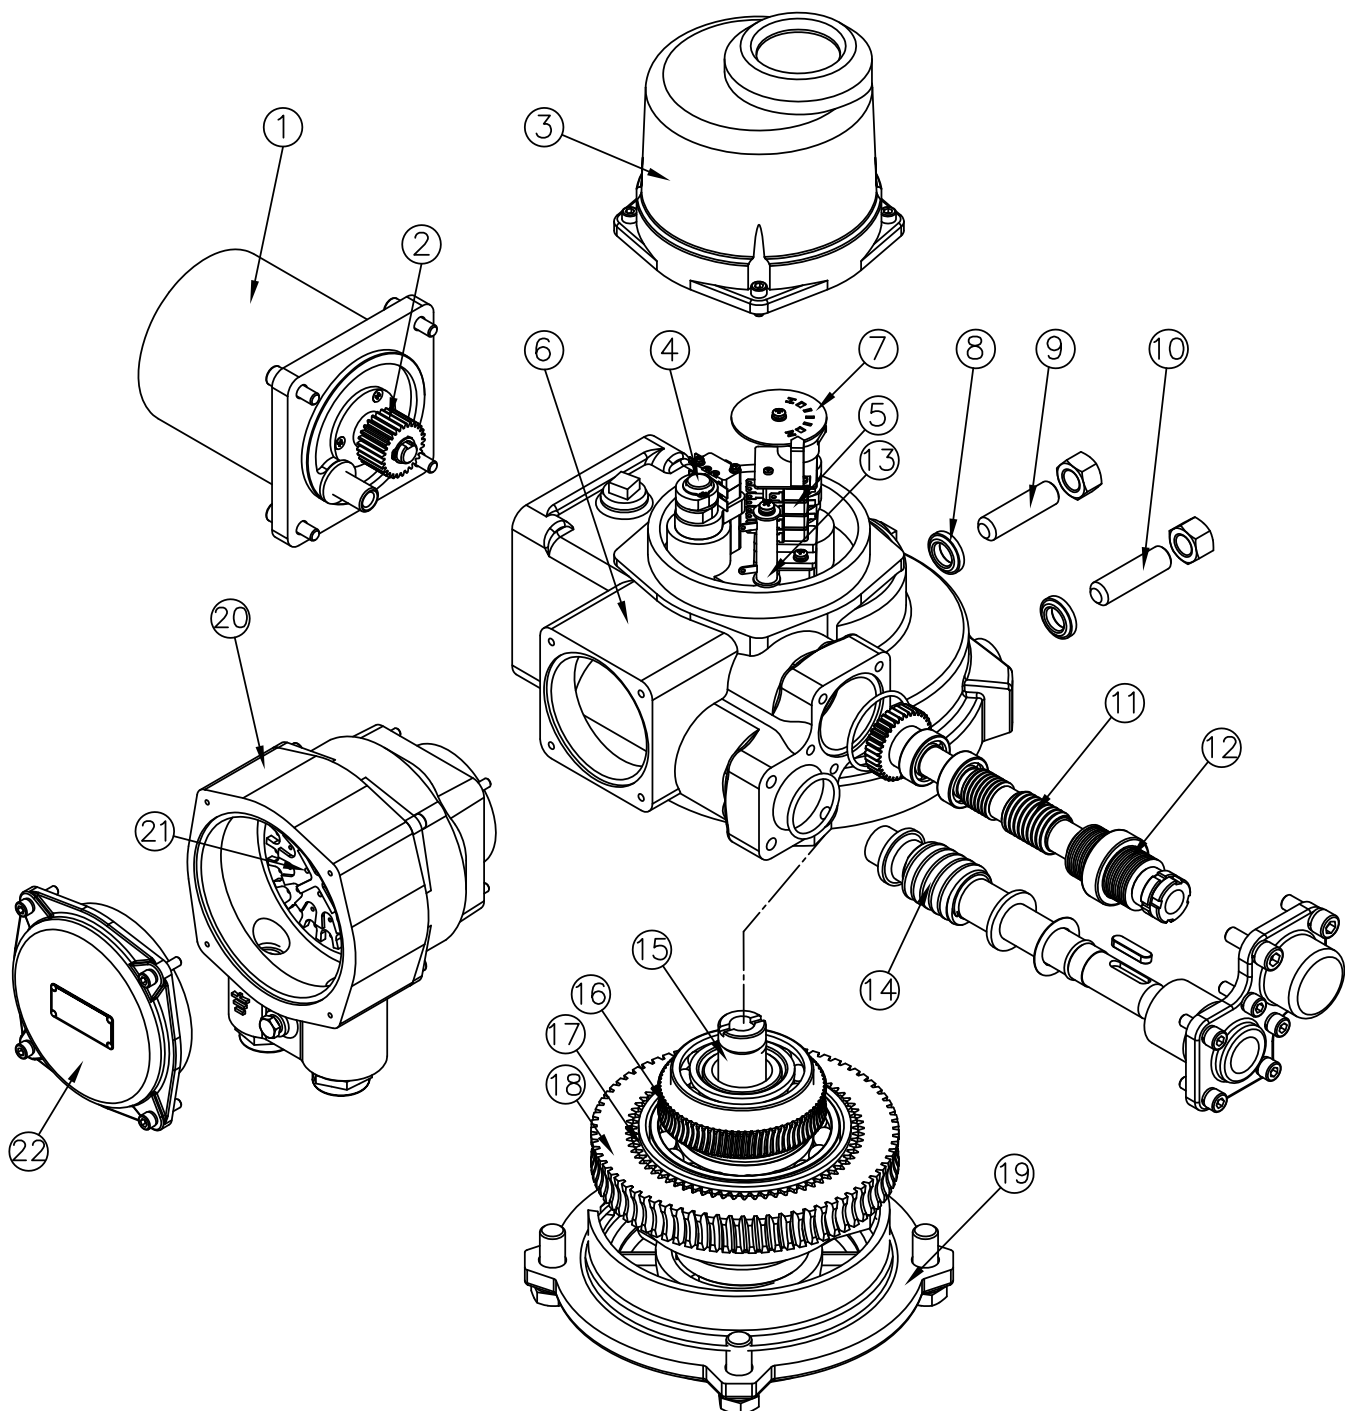
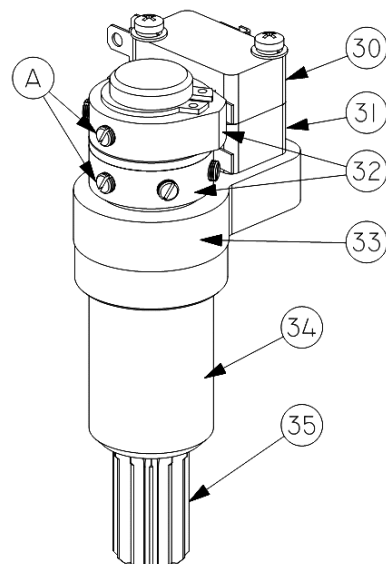

Рис.1 Электропривод ГЗ-ОФВ
Рис.3 Двухсторонняя муфта ограничения крутящего момента
Электропривод состоит из следующих узлов и деталей (рис.1): электродвигателя (1), взрывозащищенной клеммной коробки (20-22), силового редуктора, в состав которого входит: червячный редуктор (11,16), червячный редуктор маховика ручного дублера (14,18) и автоматическая муфта сцепления с планетарной передачей (17), двухсторонней муфты ограничения крутящего момента (моментной муфты) (4), ограничителя хода выходного вала (5), индикатора положения затвора арматуры (7), выходного вала (15), механических упоров открытия и закрытия (9,10) и корпусных деталей.
При достижении предварительно установленной величины крутящего момента в положении ЗАКРЫТО или ОТКРЫТО, либо в случае аварийного заклинивания штока затвора арматуры в промежуточном положении, выходной вал (15) (рис.1) с червячным колесом (16) останавливается, а червячный вал (11), ввинчиваясь в венец червячного колеса (16), вследствие продолжающегося вращения ротора электродвигателя, начинает перемещаться в осевом направлении, сжимая тарельчатые пружины (12). Величина сжатия тарельчатых пружин определена настроенным крутящим моментом моментной муфты. Поступательное движение червячного вала (11) приводит к вращению вала моментной муфты (34) (рис.3). Кулачки (32), расположенные на валу моментной муфты, нажимают кнопки муфтовых микровыключателей (30, 31), размыкая цепь управления питанием электродвигателя электропривода.
Механические упоры (9,10) (рис. 1) применяются для первоначальной настройки конечных положений затвора арматуры ОТКРЫТО и ЗАКРЫТО при ручном управлении. Они также являются аварийной защитой, в случае отказа конечных и муфтовых микровыключателей, электродвигатель отключится блоком тепловой защиты БТ (рис. 4).